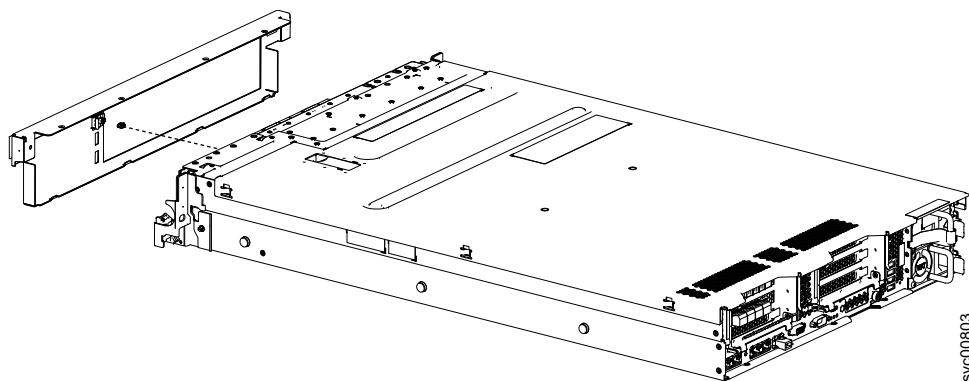

図 91. ベゼル・アセンブリー背面への LED ケーブルの接続
1. 124 ページの図 91 に示すように、LED ケーブルをベゼル・アセンブリー背面にある LED PCB に接続します。